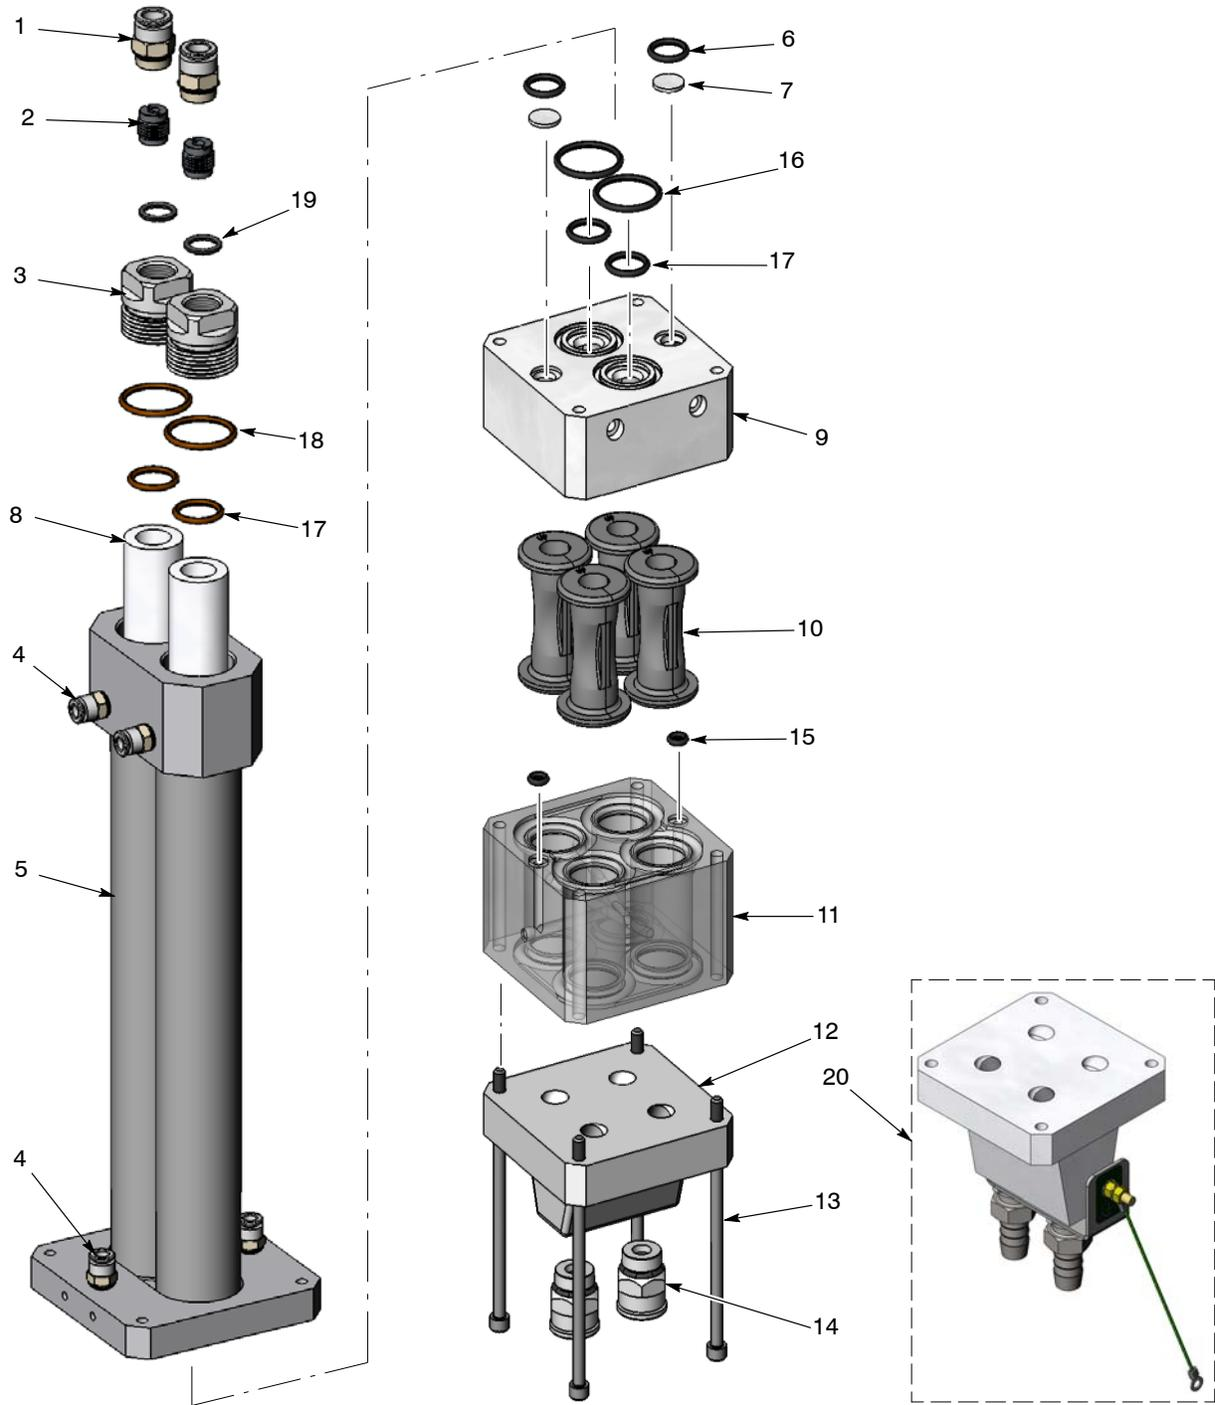

Рис. 11 Разборка и сборка насоса
6. См. рис. 11. Разобрать насос, как показано на рисунке, начиная с трубок псевдооживления.